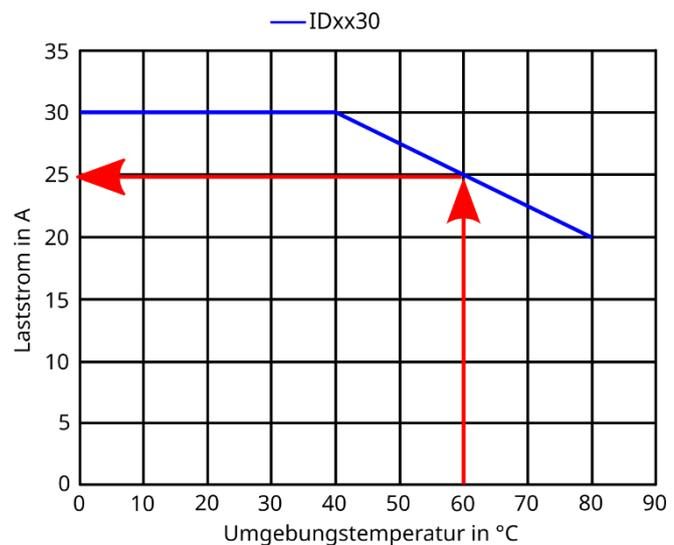

Abbildung 12: Beispiel zur Ermittlung des max. zulässigen Laststroms
- ⇒ Der max. zulässige Laststrom ergibt sich direkt aus Abbildung 12, in diesem Fall 25A.